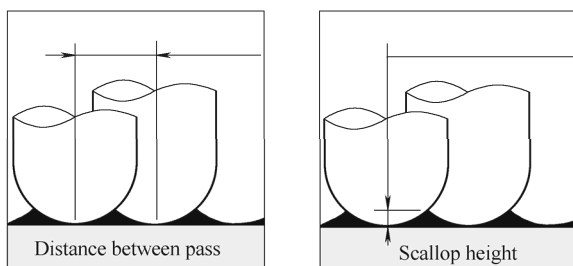

图 2-85 “Distance between pass” 和 “Scallop height” 示意图
- “Constant”: 指定相邻两刀切削路径之间的横向距离为常量。选择该方式时, 可设置 “Distance between pass” (相邻两刀切削路径之间的横向距离) 和 “Scallop height” (相邻两刀切削路径刀痕间的残余料高度) 两个选项, 如图 2-85 所示。